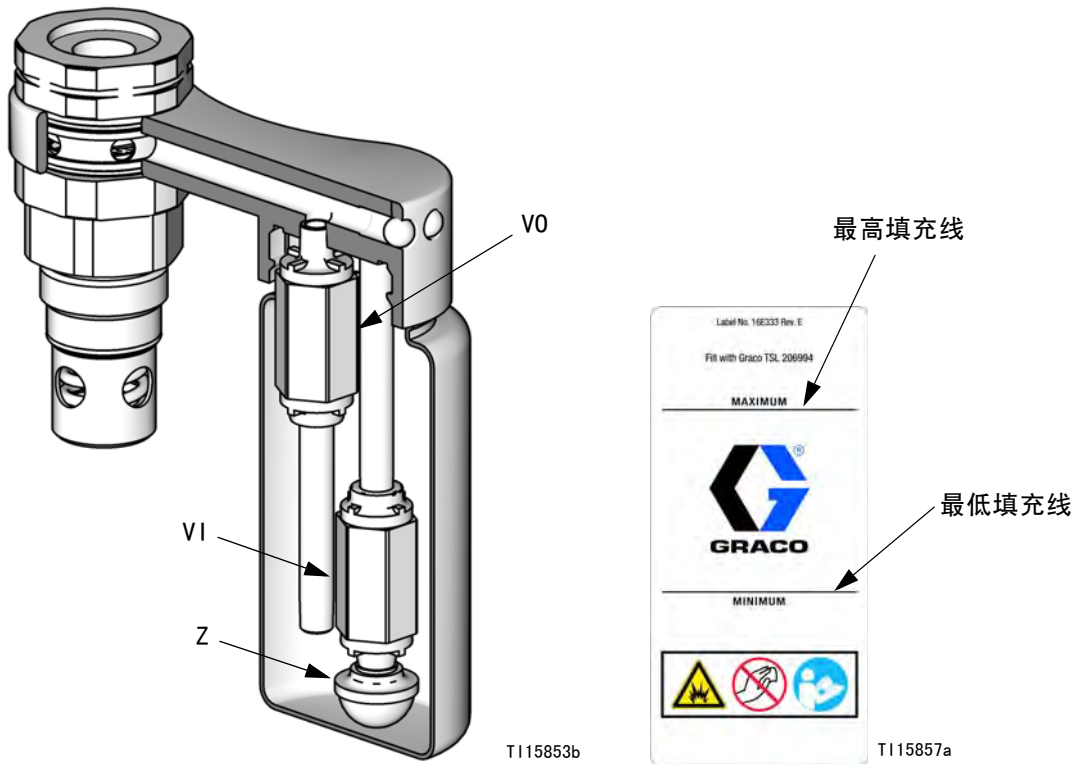

图 3. TSL 储液器的剖视图以及填充线
1. 使用喉管密封液 (TSL) 填充 TSL 储液器至最高填充线。请参见图 3 (第 12 页)。
3. 清理入口止回阀 (V1) 的滤网 (Z)。如果止回阀未密封, 并且变脏的 TSL 正进入湿杯, 请更换止回阀 (V1, V0)。参见图 3。